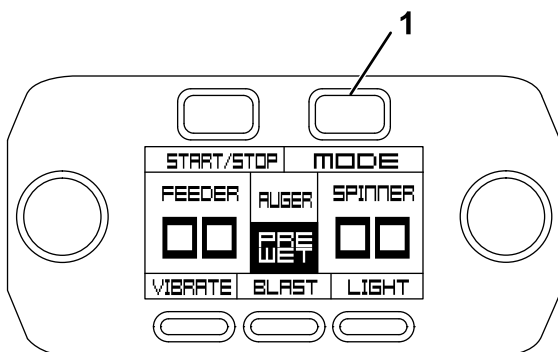

Figure 43
1. Pour régler le débit, appuyez sur le bouton Mode sur le contrôleur (Figure 43).